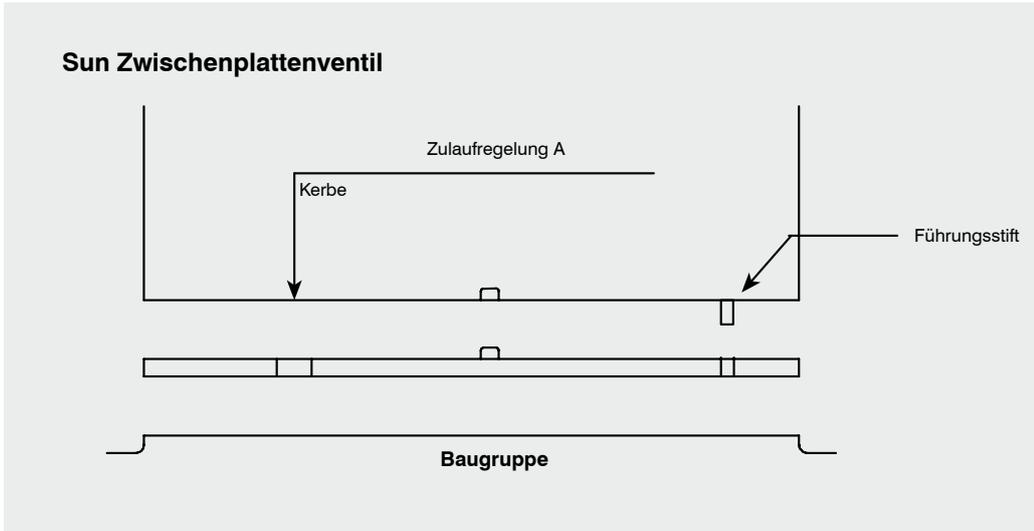

Bild 2: Bausatz
Durch Drehung um die Querachse Y werden die Anschlüsse "A" und "B" vertauscht, durch Drehung um die Längsachse X die Anschlüsse "P" und "T". Durch Drehung um beide Achsen werden "A" mit "B" und "P" mit "T" getauscht. Alle SUN-Dichtplatten werden gemäß den üblichen Industrienormen zur Lage der Anschlüsse und der Montagebohrungen gefertigt. Jede SUN Zwischenplatte nach NG 6 (ISO 03) hat auf beiden Montageseiten eine Bohrung in der Mitte. Bei der Montage wird die Dichtplatte mit dem Nippel in diese Bohrung gelegt. So ist die Dichtplatte unter der Zwischenplatte zentriert. Um sicherzustellen, dass alle Gehäuse richtig ausgerichtet sind, sind alle ISO 03 Zwischenplatten außerdem mit einem oder mehreren Pfeilen gestempelt, welche die relative Lage zur Kerbe in der Dichtplatte anzeigen (s. Abb.2). Zwischenplatten, die für mehrere Funktionen genutzt werden können, sind an verschiedenen Stellen mit dem Wort "NOTCH" (Kerbe) gestempelt. Ein Pfeil zeigt dabei die zugehörige richtige Lage der Dichtplatte an. Alle Positionen sollten sorgfältig überprüft werden, um sicherzustellen, dass die beabsichtigte Funktion erreicht wird.
2. Richten Sie die SUN-Zwischenplatte so aus, dass der Pfeil auf der Seite der Zwischenplatte für die gewünschte Funktion auf die Kerbe in der Dichtplatte zeigt. Bei mehreren Pfeilen ist der Pfeil, der die gewünschte Funktion bezeichnet, maßgebend. Siehe Abb. 2.